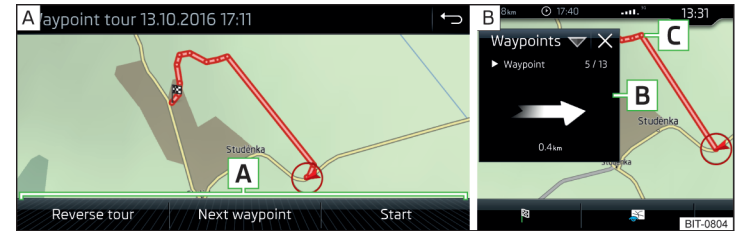

Abb. 251 **Anzeige einer Wegpunkt tour / Abfahren einer Wegpunkt tour**
- Eines der folgenden Menü auswählen » Abb. 251 - **A**.
Während des Abfahrens einer Wegpunkt tour erfolgt im Zusatzfenster **Wegpunkt tour** die Anzeige der Richtung sowie des Abstands zum nächsten Wegpunkt, der fortlaufenden Nummer des nächsten Wegpunktes sowie der Gesamtzahl der Wegpunkte **B** » Abb. 251 - **B**.
Die Wegpunkt tour von der Fahrzeugposition zum nächsten Wegpunkt „nimmt“ während der Fahrt sukzessive „ab“ **C** » Abb. 251.
- > Anzeige der Wegpunktstour » Abb. 251 auf Seite 215